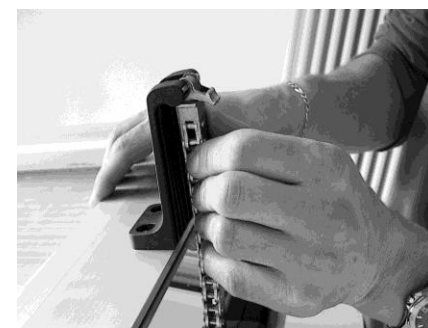

Figura 16
2. Con una mano sostener la ventana, y con la otra aferrar la parte final de la cadena y extraer el perno de la ranura (figura 16).